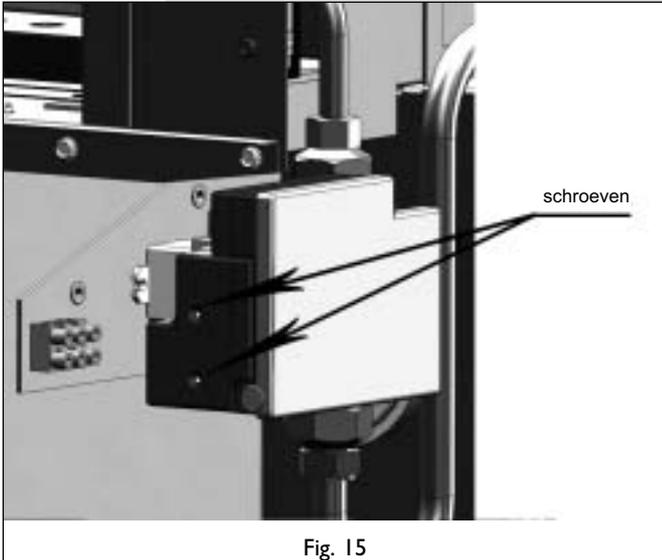

Fig. 15
- Draai de 2 schroeven van het klepje op de automatische ontsteking los (zie Afb. 15)